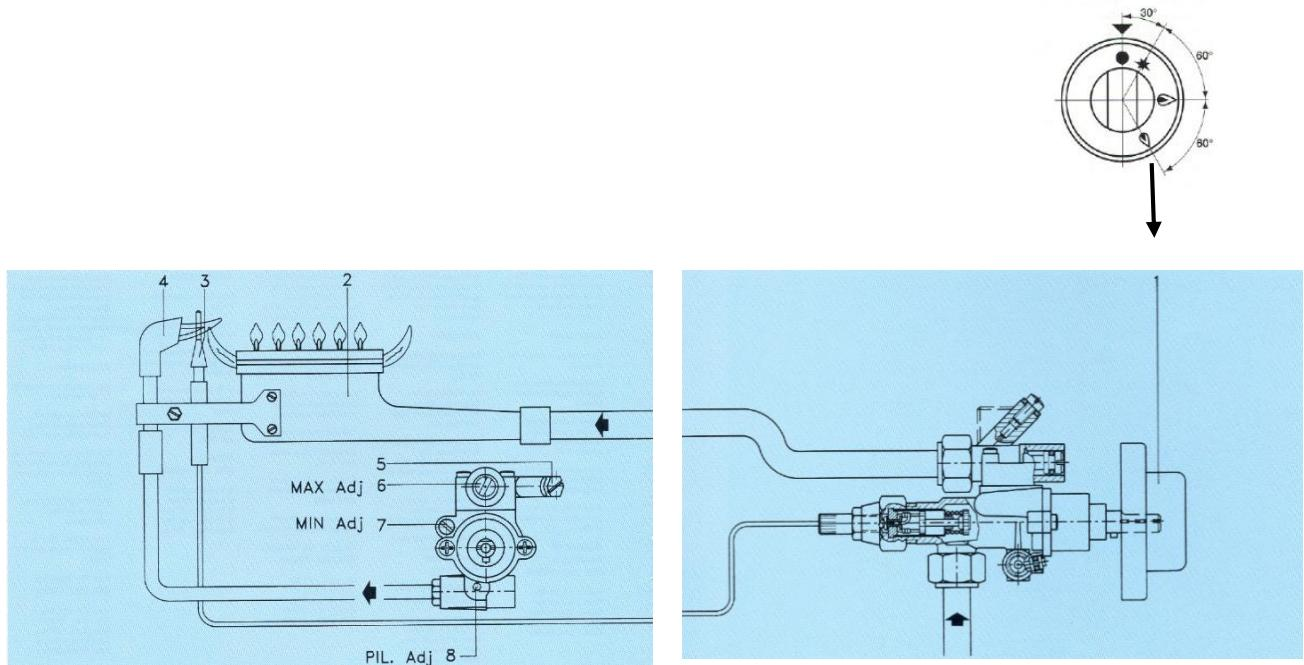

Figure 01
On agit sur la vis (7) (Figure 01)